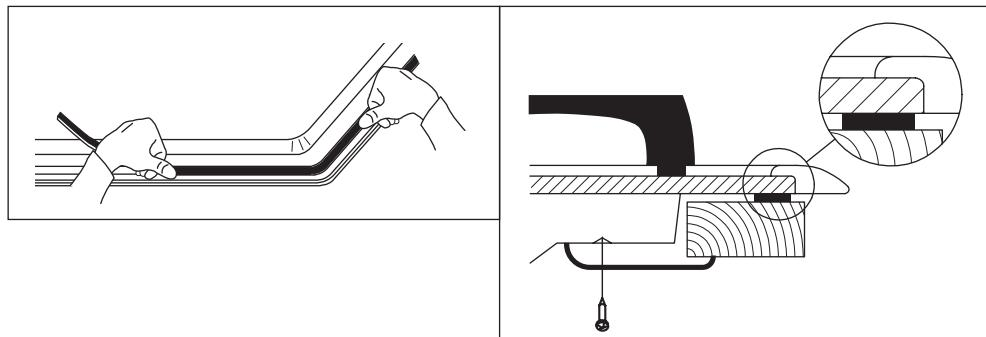

Рис. 5. Установка уплотнителя и фиксаторов
- Фиксаторы, входящие в комплект варочной поверхности, предназначены для ее крепления к столешницам толщиной от 20 до 40 мм. Схема крепления варочной поверхности показана на Рис. 5. Для надежного крепления варочной поверхности используйте все фиксаторы.